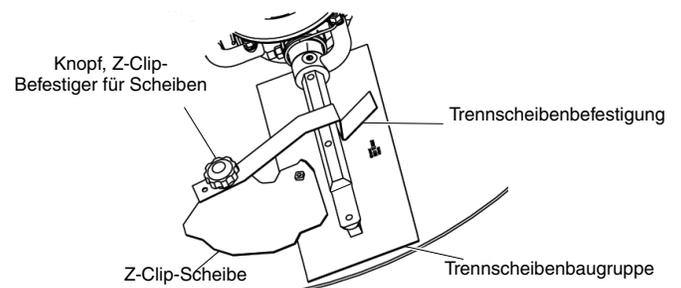

Abbildung 40. Anweisungen zur Z-Clip-Glattscheibe
Siehe Abbildung 40 bei der Installation von Scheiben auf den Finisherscheiben.
3. Befestigen Sie wie auf Abbildung 40 die Befestigungen der Trennscheiben auf der weiter entfernten Seite der Z-Clip-Klammer mit den Befestigungsknöpfen.